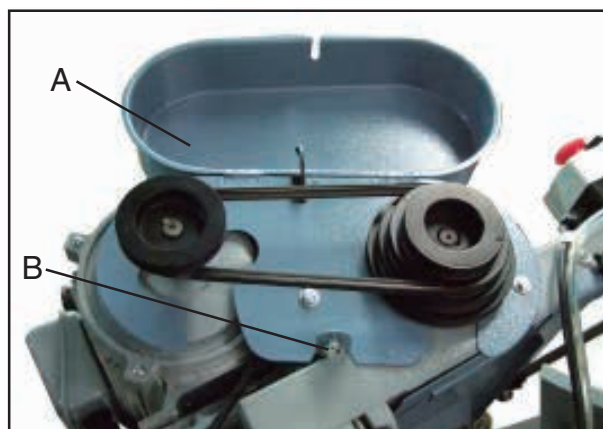

Fig. 2
5. Den Riemendeckel montieren und mit Schrauben und Scheiben befestigen (A, Fig.2).
6. Den Riemendeckel schließen und mit Knopf (B, Fig. 2) sichern.